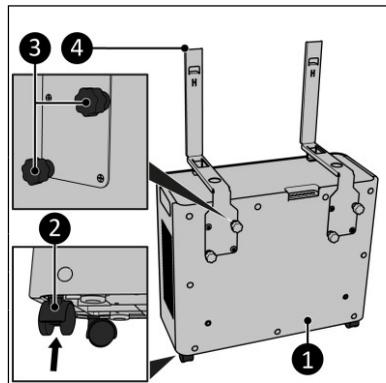

Figura 12
2. Fissare le ruote (Figura 12, pos. 2) all'unità esterna (Figura 12, pos. 1) spingendole nei fori alla base dell'unità esterna.
3. Fissare le staffe per interni (Figura 12, pos. 4) all'unità esterna (Figura 12, pos. 1) stringendo due viti per ogni staffa (Figura 12, pos. 3).